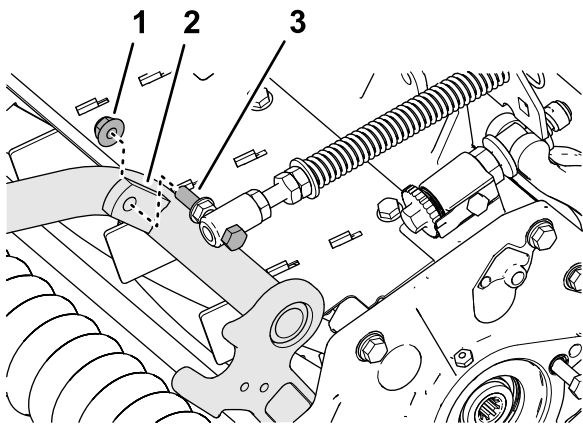

Bild 9
4. Montieren Sie die Kopfschraube der Rasenkompensierungsfeder an der rechten Lasche des Trägerrahmens (**Bild 9**) mit der Sicherungsbundmutter ($\frac{3}{8}$ ").